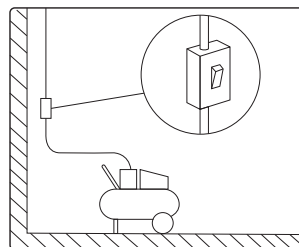

рис. 8
- установите в разрыв цепи питания дополнительное автоматическое защитное устройство, рассчитанное на силу тока не более 16 А (рис. 8).